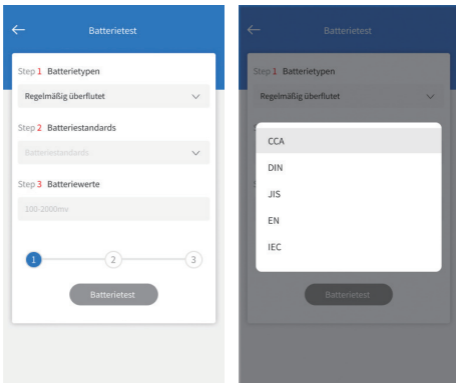

Abbildung 4.1.2
3. Wählen Sie den entsprechenden Batteriestandard aus (siehe Abbildung 4.1.2). Der spezifische Batteriestandard wird auch auf dem Batterieetikett aufgeführt.